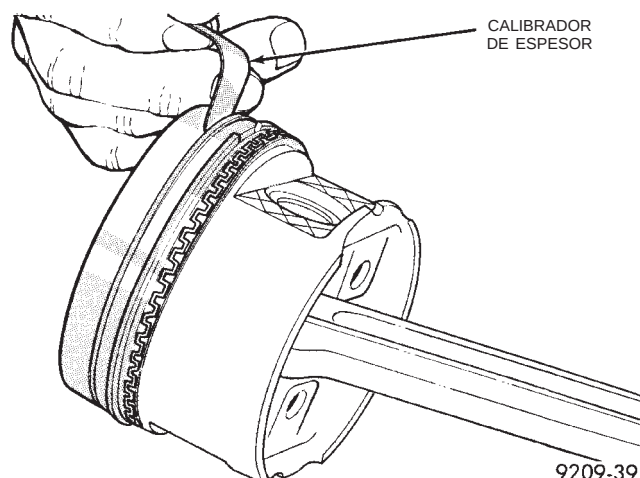

Fig. 5 Holgura lateral del aro de pistón
(2) Verifique la holgura lateral entre el aro del pistón y la acanaladura (Fig. 5). Para informarse, consulte el cuadro de especificaciones de aros de pistón.